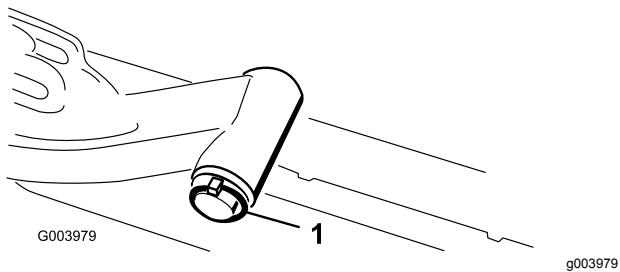

Figura 12
- A. Retire o pino de sujeição e a anilha que prende o veio da articulação do braço de elevação ao braço de elevação e faça deslizar o veio para fora do braço de elevação (Figura 12).
- C. Insira o veio do braço de elevação no braço de elevação e prenda-o com a anilha e o pino de sujeição (Figura 12).